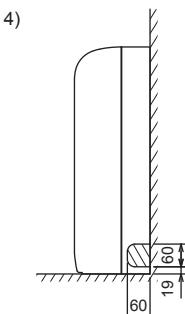

Fig. 3-10
4) **Para tubagem direita (Fig. 3-10)**